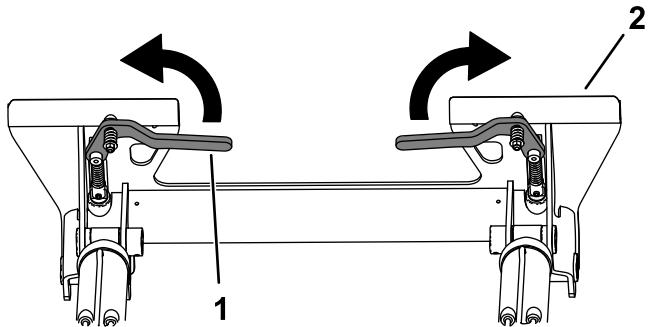

Figura 27
2. Gire las palancas de enganche rápido hacia fuera para elevar los pasadores de enganche rápido (Figura 27).